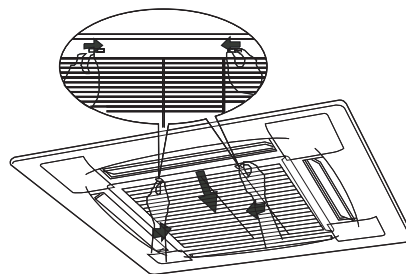

рис. 12-1
2. Снимите воздухозаборную решетку (вместе с воздушным фильтром, как показано на рис. 12-1).